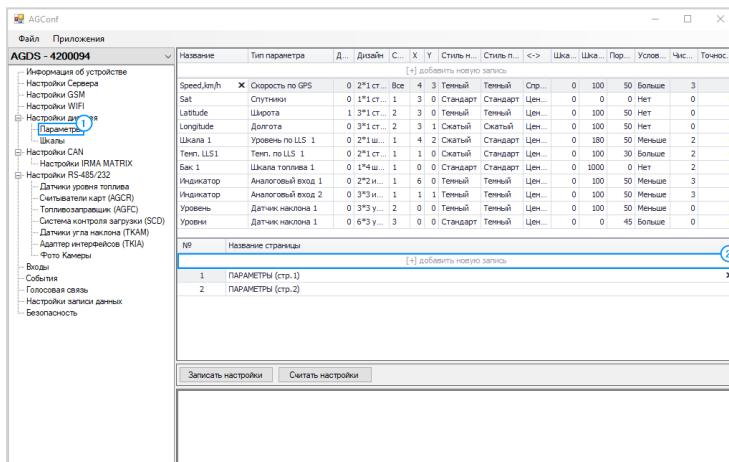

Рис.72. Добавление новой страницы.
- перейдите в раздел «Настройки дисплея», «Параметры» (**Рис.72, п.1**);
- на панели «Страницы» установите курсор мыши на верхнюю строку и введите заголовок страницы, который будет отображаться на экране устройства при переходе на эту страницу (**Рис.72, п.2**);